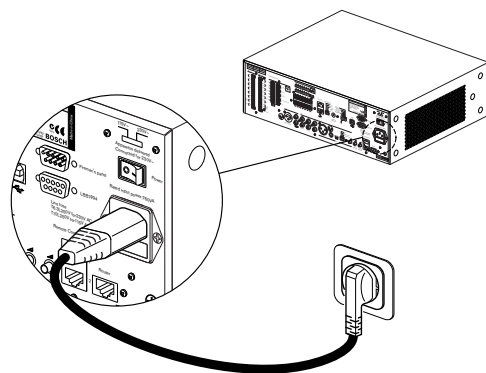

Figura 5.17 Ligar o cabo de alimentação
3. Ligue um cabo de alimentação de rede eléctrica aprovado localmente ao controlador de alarme por voz (consulte a Figura 5.17).
4. Ligue o cabo de alimentação a uma tomada eléctrica aprovada localmente (consulte a Figura 5.17).